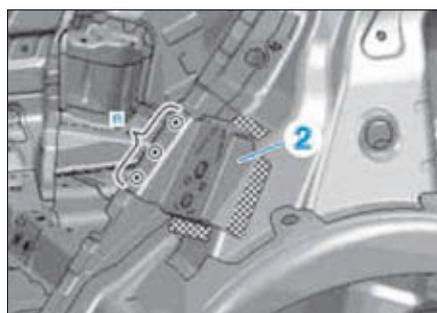

FIG. 113
- Dépointer et fraiser les points de soudure sur la fixation de la gâche (2) dans la zone (R) et la déposer (Fig.113).